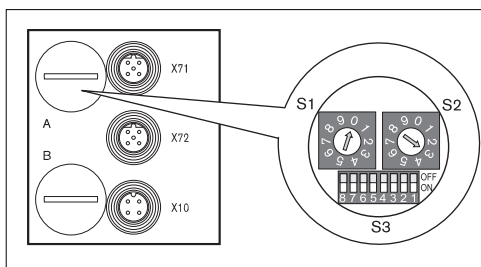

Рис. 8: Переключатели адресов S1, S2 и переключатель режимов S3 на коммутаторе шин
- ▶ При помощи переключателей S1 и S2 (см. рисунок 8 на стр. 110) присвойте адрес станции от 2 до 99:
Переключатель режимов S3 для настройки диагностических сообщений находится под кабельным вводом PG A (см. рисунок 8 на стр. 110).